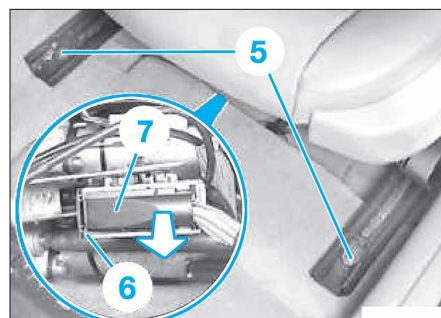

FIG. 11
- Déposer les deux vis de fixation (5) des glissières (Fig.11).